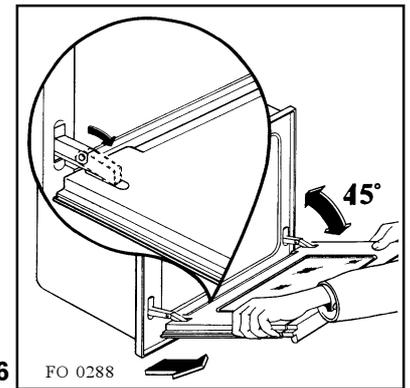

Fig. 6
- d) prenez la porte à deux mains (jamais par la poignée) et dégagez les charnières en soulevant légèrement la porte (fig. 6);